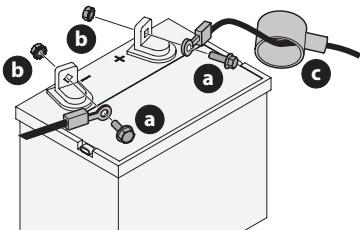

Figure 18
1. Retirez le protecteur en plastique, le cas échéant, de la borne positive. Connectez le raccord rouge à la borne positive (+) avec un boulon (a) et un écrou (b) (Figure 18).
2. Replacez le capuchon rouge en caoutchouc (c) sur la borne positive (+) de la batterie pour la protéger contre la corrosion (Figure 18).
3. Retirez le protecteur en plastique, le cas échéant, de la borne négative de la batterie et fixez le câble noir à la borne négative (-) avec un boulon (a) et un écrou (b) (Figure 18).